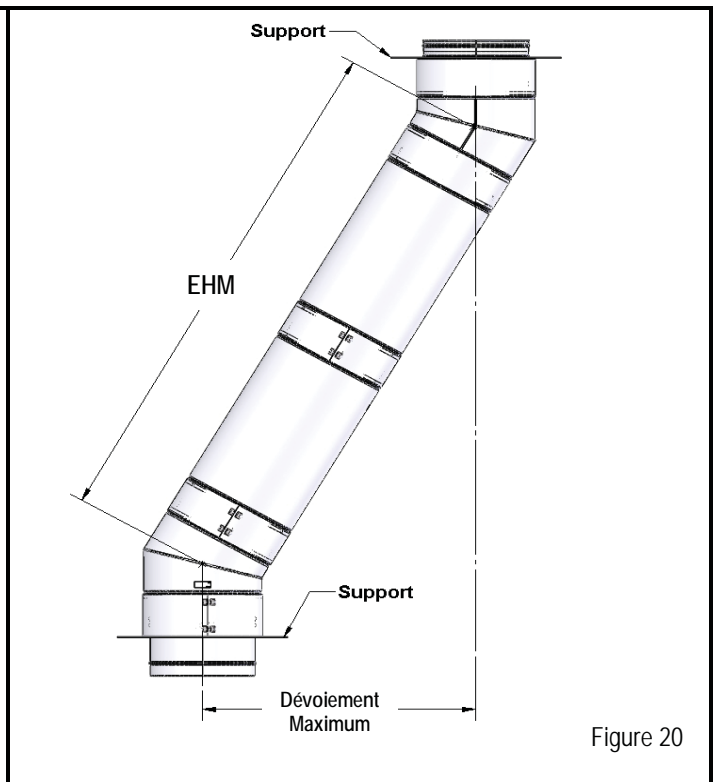

Figure 20
- La longueur maximale de la déviation, si une déviation est requise, est déterminée par des critères de solidité. La dimension maximale entre les supports (supports de base ou supports muraux), désignée comme la dimension « EHM » dans la section **Méthodes de soutien structurel et stabilisation du système**(Tableau 7) de la présente notice, s'applique à toutes les orientations horizontales et inclinées. (Voir la Figure 20)